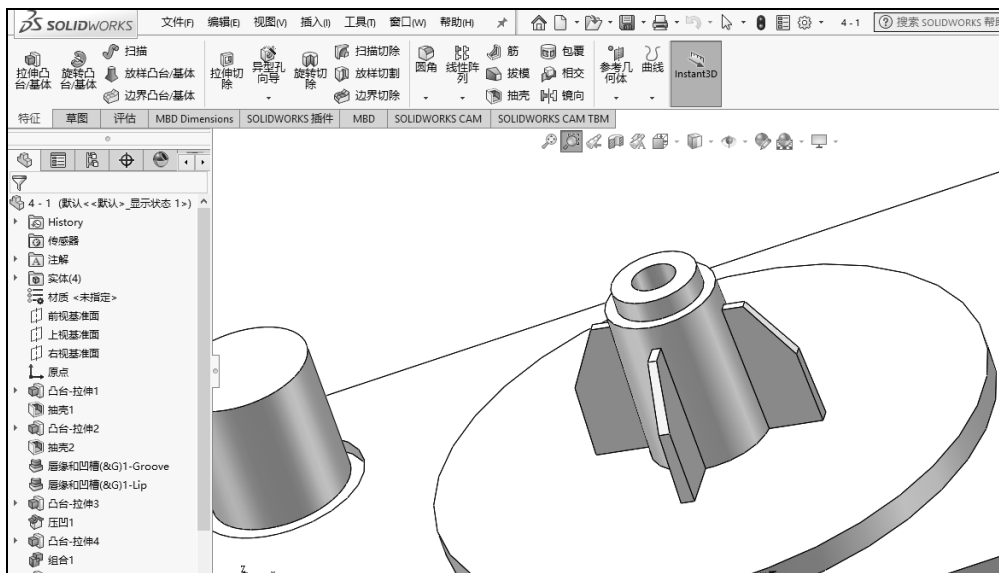

图 1-63 局部放大
(2) 单击【局部放大】按钮，可以将图形中用户想重点关注的部分呈现在中心位置并适当放大。若想观察图形中的凸台部分，单击【视图】工具栏中的【局部放大】按钮，将凸台部分圈起来，结果如图 1-63 所示。